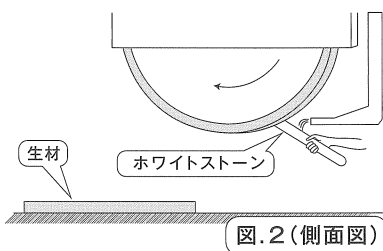

図.2 (側面図)
- ①図.2 (側面図) のようにツルーイングブロックを取り除いてホワイトストーン (WA#220) をホイールの外周面に軽く押し当てます。その時ホワイトストーンは砥石巾方向に揺動させます。